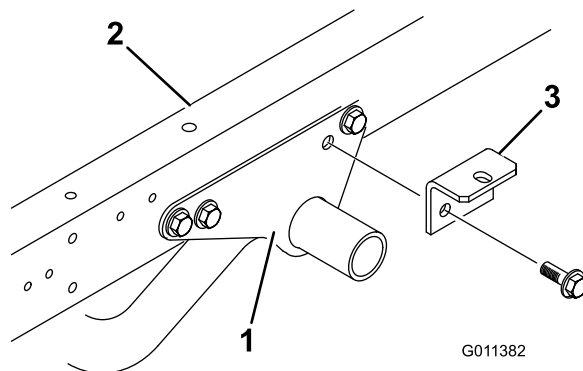

Figura 5
1. Retire los 2 tornillos de caperuza con arandela prensada y las contratuercas con arandela prensada que sujetan la parte trasera de cada soporte de montaje del bastidor del motor a cada lado del bastidor del vehículo (Figura 5).
2. Sujete provisionalmente un soporte de montaje a cada soporte de montaje del bastidor del motor y al bastidor del vehículo con los 2 tornillos de caperuza con arandela prensada y las contratuercas con arandela prensada que retiró anteriormente (Figura 5).